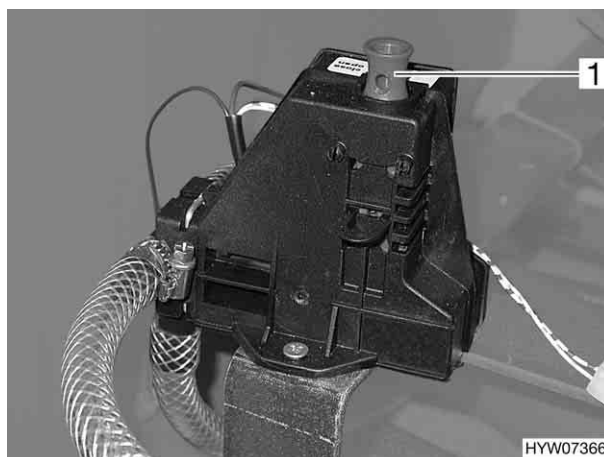

Fig. 147 Valve de sécurité et de vidange
- Fermer la valve de sécurité et de vidange (uniquement pour chauffe-eau Trumatic C). Pour cela, tirer l'interrupteur à tirette (Fig. 147,1) vers le haut.
- Ouvrir la valve de sécurité et de vidange (uniquement pour chauffe-eau Trumatic C). Pousser l'interrupteur à tirette (Fig. 147,1) vers le bas.